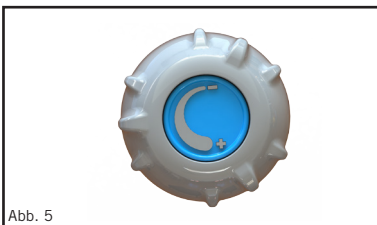

Abb. 5
- Drehen Sie den Bedienknopf auf dem Power Pak entgegen der Uhrzeigerichtung, um die Gaszufuhr zu erhöhen (Abb. 5).